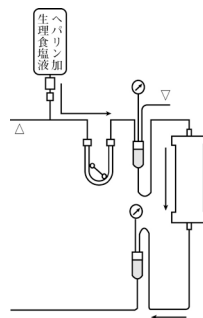

図 5 ヘパリン加生理食塩液による置換
- 2) ローラーランプ (F) を開放する。
- 3) 返血回路の返血口部 (E) のクランプをはずす。
- 4) 血液ポンプを始動する。(図 5)